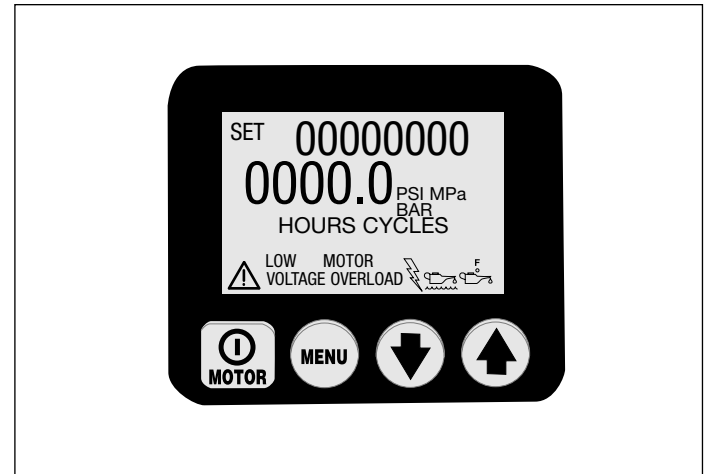

Figura 6
5.1 Controles na Carcaça da Bomba & Painel LCD (Ver Figura 6)